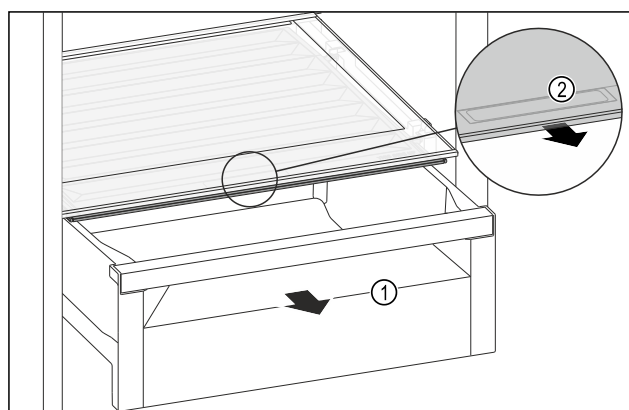

Fig. 110
- Extrageți sertarul Fig. 110 (1).
- Prindeți mânerul încastat Fig. 110 (2) de la capacul compartimentului și trageți concomitent capacul compartimentului spre partea frontală.